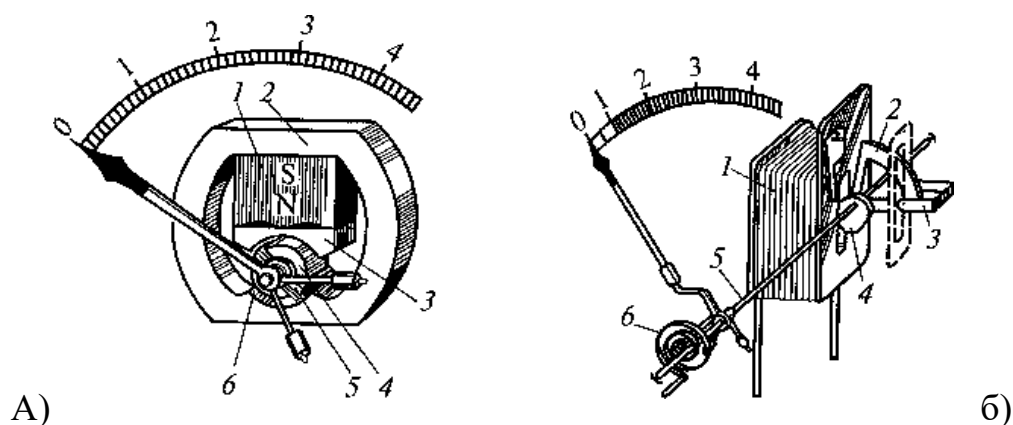

Рисунок 16.2
**Электромагнитный механизм** (Рис.16.2 б) состоит из неподвижной катушки 1 и укреп- лённой на оси 5 подвижной пластинки 2 из магнитномягкого материала.